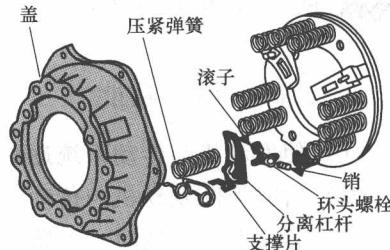

图 1-29 周布弹簧式离合器
2) 压紧装置。周布弹簧式离合器的压紧装置由若干根螺旋压紧弹簧组成，压紧弹簧沿压盘周向对称布置，装在压盘与离合器盖之间，如图 1-29 所示。